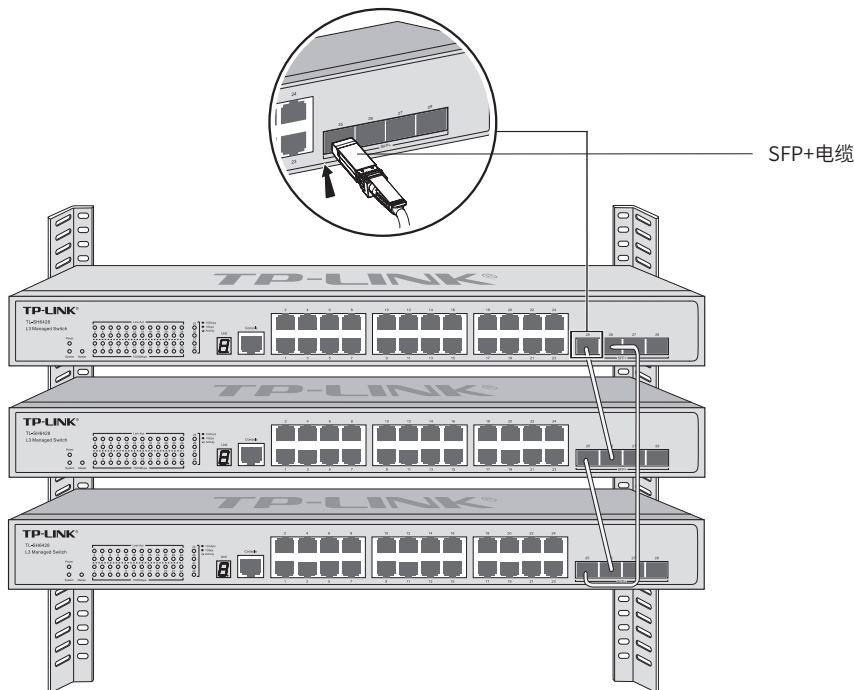

图2-4 使用SFP+端口建立堆叠示意图
2. 将所有交换机断电，然后使用10G SFP+电缆（例如TP-LINK万兆SFP+电缆TL-TC532-1、TL-TC532-3）将各交换机连接在一起，如图2-4所示。